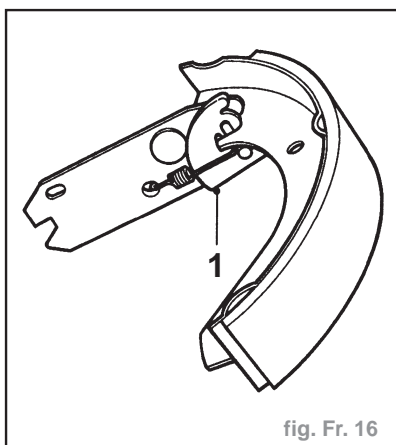

fig. Fr. 16
- Étendre complètement la came (1) sur la biellette et faire tourner le segment primaire dans la fente de la biellette, comme illustré (fig. Fr. 16).